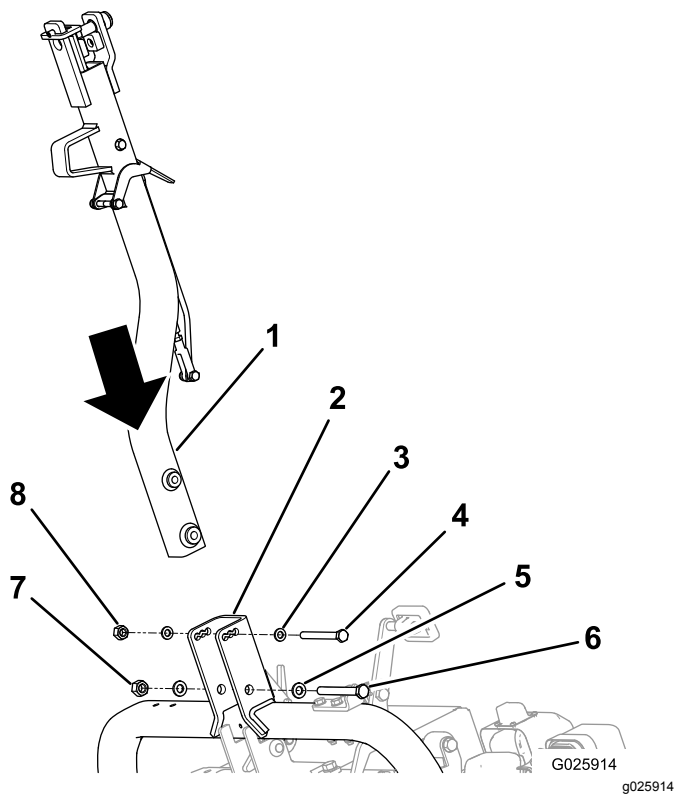

図 5
- ヒッチを、ヒッチピボットブラケットに接続し、適切に固定する図5を参照。